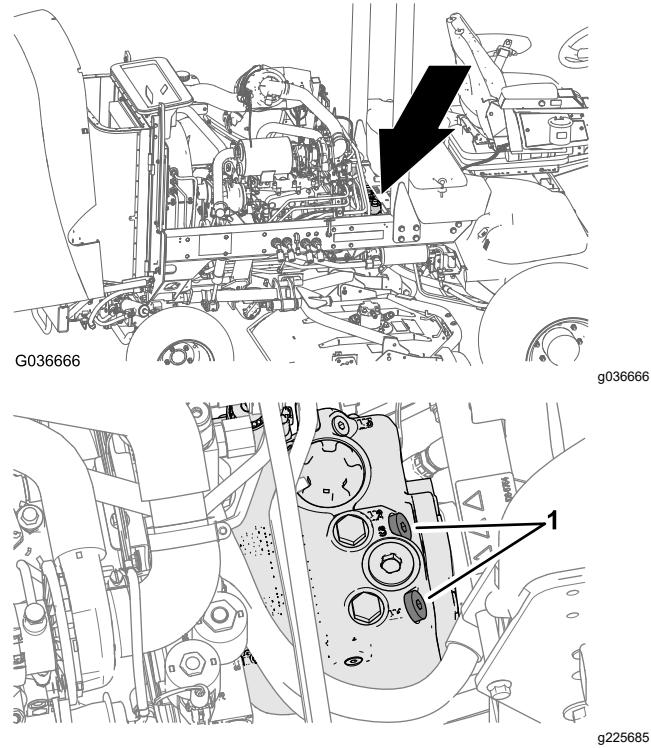

Figura 74
1. Levante el capó y localice las válvulas de alivio (Figura 74) en la parte superior de la bomba, detrás de la batería/cajas de almacenamiento.